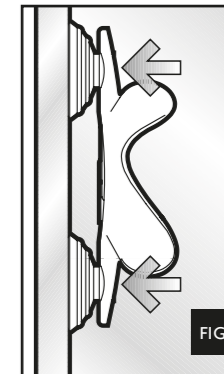

FIG. 3
- 2- Clean the glass surface from algae etc. and press the suction cups firmly against the glass wall of the aquarium (fig. 3). Allow the heater to acclimatise to the temperature of your aquarium for about 30 minutes before plugging it in.
- 2- Enlever les algues de l'endroit choisi et y fixer le chauffe-eau. Presser fermement les ventouses contre le verre pour les faire adhérer à la paroi de l'aquarium (fig. 3). Attendez 30 minutes avant de brancher la prise pour permettre au chauffe-eau de s'acclimater à la température de l'aquarium.
- 2- verwijder alg, aanslag en andere vervuiling van het glas en duw de houder met zuignappen stevig tegen het ruit aan (afb. 3) Plaats de verwarmingsstaaf in de houder, let erop dat ie diep genoeg onder water is, wacht met het aanzetten ongeveer 30 minuten daarmee zich het thermostaat kan aanpassen aan de water temperatuur.
- 2- Quite las algas del lugar elegido y fije ahí el termocalentador. Apriete firmemente las ventosas contra el cristal para que se adhieran a la pared del acuario (fig. 3) Espere 30 minutos antes de conectar el enchufe para que el termocalentador se adapte a la temperatura del acuario.